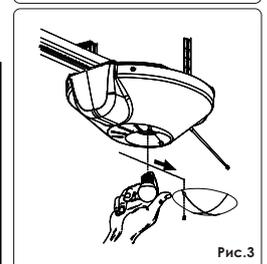

Рис.3
Для замены лампы открутите винт и снимите крышку лампы в направлении, указанном стрелкой на рис. 3 и замените лампу (тип 230В, макс. 25Вт).
- Расположите пульте *master TX* напротив кодируемого пульта (*master* или *slave*), как показано на рис. 3.